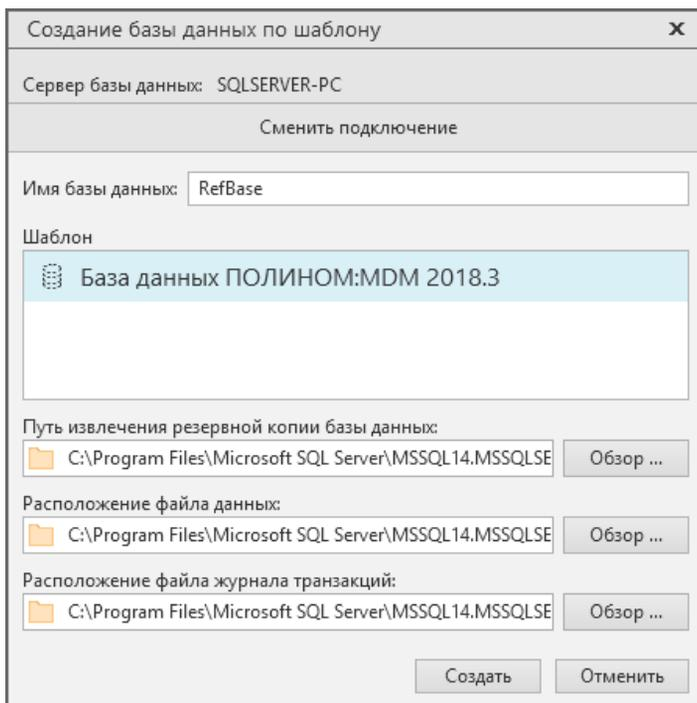

Рис. 4.47
- Введите имя базы данных и выберите шаблон (рис. 4.47).